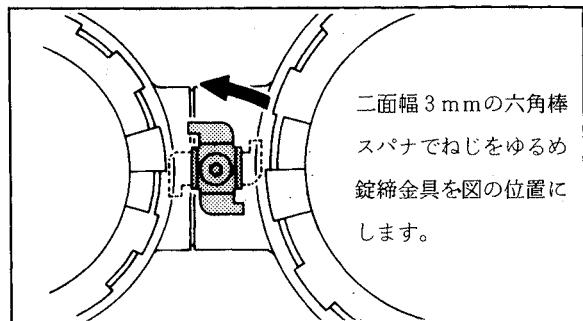
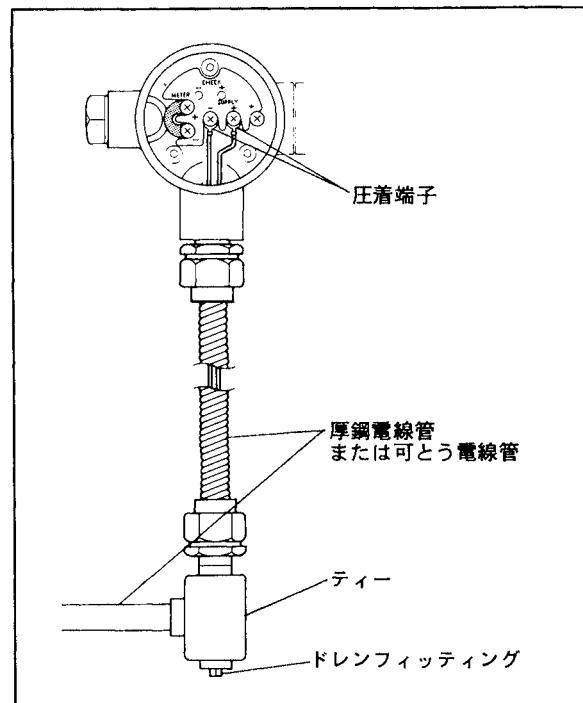
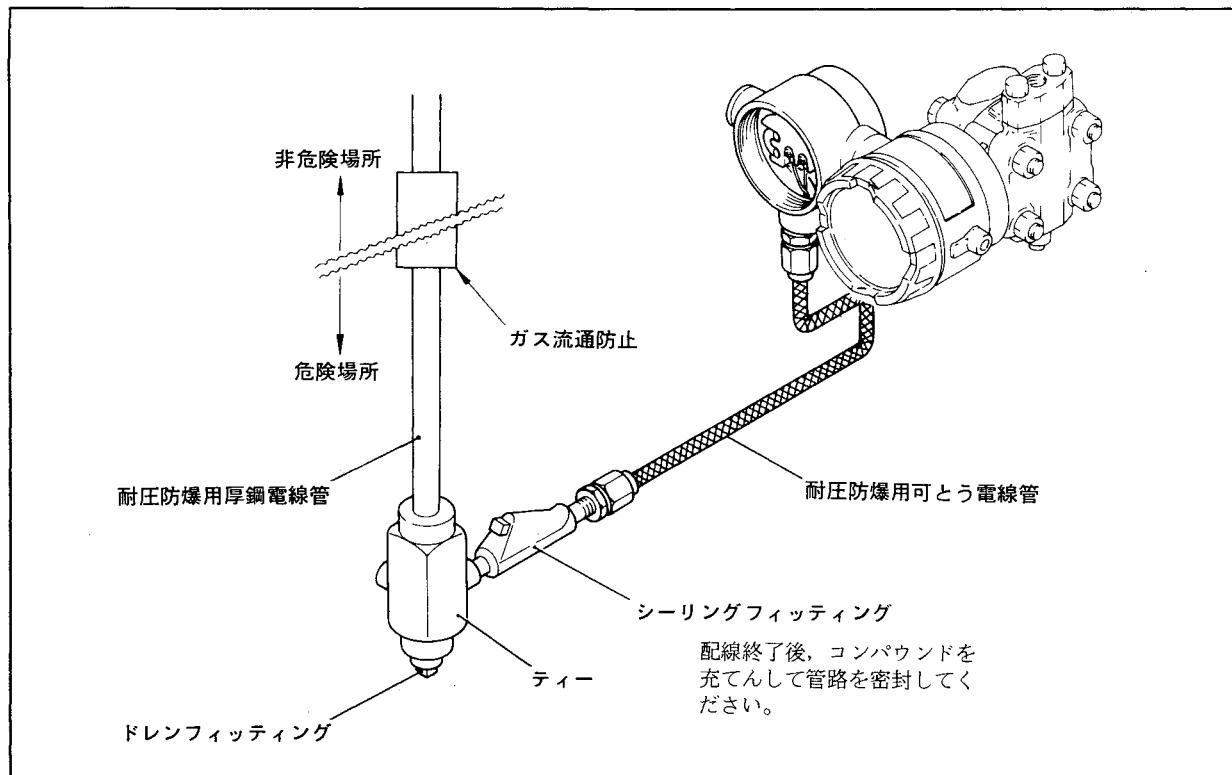

図4.5 錠締金具のはずし方
図4.6 電線管を用いた配線(一般形の場合)
図 4.8 耐圧防爆金属管工事
- (1) 大容量の変圧器、モータあるいは動力用電源等のノイズ源を避けて配線してください。
- (2) 配線は端子箱のカバーおよび電源接続口の防塵プラグをはずして配線します。
- (3) 耐圧特殊防爆形のカバーを開けるときは、錠締用のねじをゆるめて錠締金具を図4.5の位置にしなければ開けることはできません。配線が終了しカバーを閉めた時は、必ず錠締金具を締めてください。
- (4) 電線の端末は絶縁スリーブ付き圧着端子（4 mmねじ用）を推奨します。
- (5) 防水あるいは電線の外傷保護等のために、電線管とダクトを用いて配線することを推奨します(図4.6参照)。耐圧特殊防爆形の外部配線は、耐圧防爆性を有する金属管工事(図4.8参照)または当社製の耐圧パッキン用アダプタを用いたケーブル工事を行なってください(巻頭の「耐圧防爆構造の計器についての注意事項」を参照)。
- (6) ケーブル工事に使用する耐圧パッキン用アダプタ(付加仕様)の取付けは、以下の要領で行なってください。